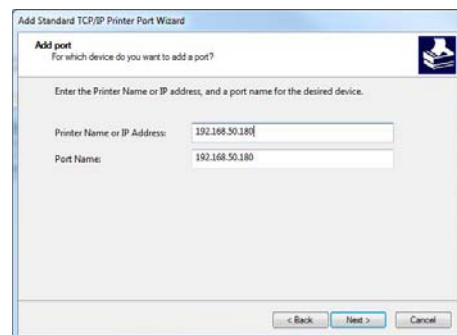

Abbildung 54: IP Adresse des Druckers
- Nun geben Sie die genau IP Adresse des Druckers ein und klicken Sie auf "Weiter >" (Siehe Abbildung 54. Diese Abbildung zeigt nur eine beispielhafte IP Adresse. Stellen Sie sicher dass Sie die richtige IP Adresse ihres Druckers eingeben).
Die unnötigen "0" Stellen der IP Adresse dürfen nicht in dem Fenster (Abbildung 54) eingegeben werden! Ist die IP Adresse nicht korrekt eingegeben, dann keine Verbindung zum Drucker hergestellt werden. Beispiel: